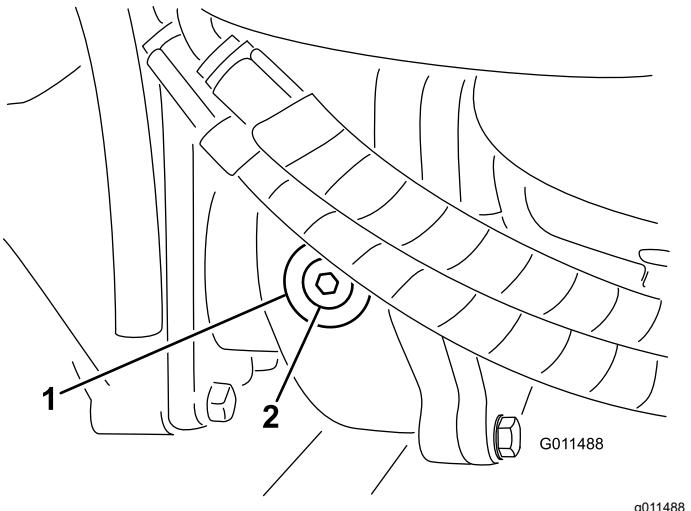

Рисунок 69
2. Снимите пробку контрольного (заливного) отверстия с левой стороны редуктора и убедитесь, что масло доходит до нижнего края отверстия (Рисунок 69).